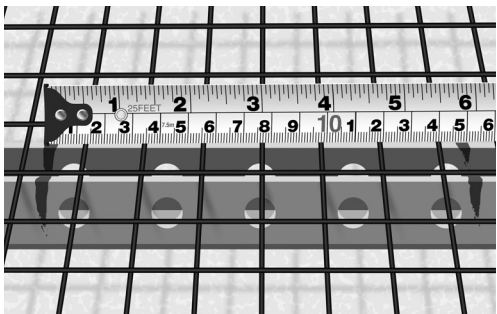

Fig. 15. Markér C-C-afstand på hønsenettet
4. Markér den beregnede C-C-afstand på hønsenettet (fig. 15). Varmekablet skal udlægges parallelt med strøkonstruktion.